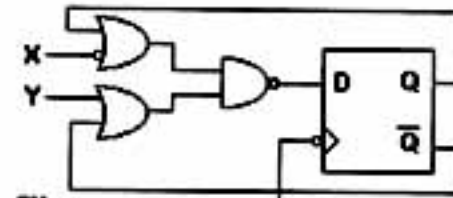
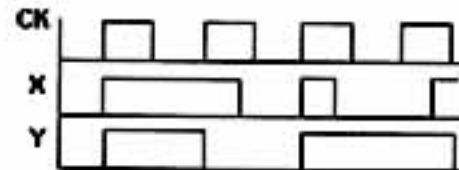

Figura 1
Figura 2
1. A figura 1 representa um circuito biestável síncrono, elaborado a partir de um biestável D, ao qual se juntou um conjunto de portas lógicas.
1.1. Indique que tipo de biestável síncrono representa a figura 1, justificando a sua resposta através da tabela de funcionamento.
1.2. Desenhe a evolução temporal da saída Q do circuito da figura 1, em resposta aos sinais representados na figura 2. Considere o estado inicial de Q = 0.